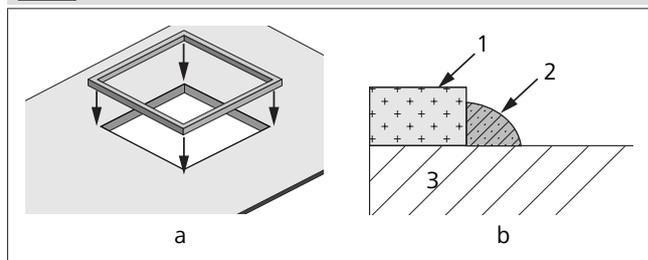
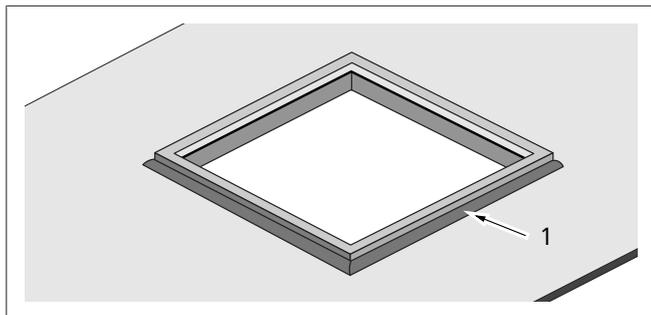

Fig. 14 CTT35_Montaggio della guarnizione su un'apertura di 360 x 360 (senza un telaio adattatore)
Fig. 15 Applicazione del sigillante (valido solo per una guarnizione su un'apertura di 360 x 360 (senza telaio adattatore))
1. Rimuovere la carta protettiva e incollare la guarnizione sul tetto (apertura di 360 x 360). Vedere le Fig. 14 a e b.
3. Applicare il sigillante autolivellante per tetti RV attorno alla guarnizione per evitare perdite. Vedere Fig. 14 b e Fig. 15.